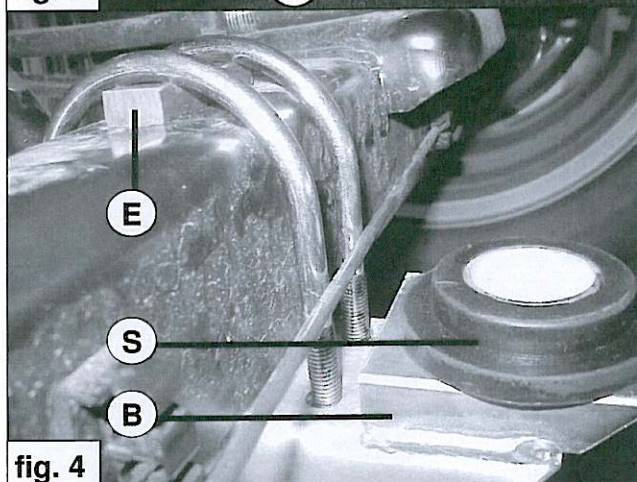

fig. 4
4. Monteer de onderbeugel B onder de as. Let op dat deze recht onder de bovenbeugel wordt gemonteerd. Het kan noodzakelijk zijn om hiervoor de onderste schokdemperbout te moeten omdraaien. Plaats bij een vierkante as de vul blokjes E onder de U-bouten op de as. Zet de U-bouten vast met 25 NM. Zie fig. 4.
5. Plaats de rubbers S met de grote diameter op de onderbeugel B. Zie fig. 4.
4. Fit the lower bracket B to the axle. Take care that it is mounted straight under the upper bracket. It could be necessary to turn the lower shock absorber bolt. Put in case of a square axle the strips E under the U-bolts on top of the axle. Tighten the U-bolts with 25 NM. See fig. 4.
5. Fit the rubbers S with the large diameter to the Lower bracket B. See fig. 4.
4. Montieren Sie den untere Bügel B zu dem Hinternachse. Achten Sie darauf dass den Bügel gerade unter den obere Bügel montiert wird. Wann Notwendig sollen Sie die Untere Stoßdämpferbolzen drehen mußen. Bei einer vierseitige Achse sollen Sie die Streifen E unter die U-Bolzen oben die Achse montieren. Drehen Sie die Muttern fest mit 25 NM. Siehe Fig. 4.
5. Montieren Sie die Gummis S mit dem großem Durchmesser zu dem untere Bügel B. Siehe fig. 4.
4. Montez la coupelle inférieure B sous l'essieu. Assurez-vous que celle-ci soit montée verticalement sous l'attache supérieure. Pour ce faire, il se peut que vous deviez retourner le boulon de l'amortisseur inférieur. Dans le cas d'un essieu carré, placez les entretoises E sous les boutons en U sur l'essieu. Serrez les boulons en U avec une force de 25NM. Voir fig. 4.
5. Placez les caoutchouc S avec le plus grand diamètre sur la patte inférieure B. Voir fig. 4.
4. Montera det nedre fästet B under axeln. Kontrollera så att det är monterat rakt under det övre fästet. Det kan bli nödvändigt att vrida den nedre stötdämparbulten. Om du har en fyrkantig axel så sätt remsan E under U-bulten ovanpå axeln. Drag åt U-bulten med 25NM. Se fig. 4.
5. Montera gummi skivorna S med den största diametern på det nedre fästet B. Se fig. 4.
4. Monte la abrazadera inferior B debajo del eje. Procure que sea montada precisamente debajo de la abrazadera superior. Para realizarlo, quizás sea necesario dar la vuelta al perno inferior del amortiguador. En caso de ejes cuadrados, coloque los bloques de relleno E debajo de los pernos en forma de U del eje. Apriete los pernos en forma de U a 25NM. Véase fig. 4.
5. Coloque las arandelas S de mayor diámetro sobre el soporte inferior B. Véase fig. 4.